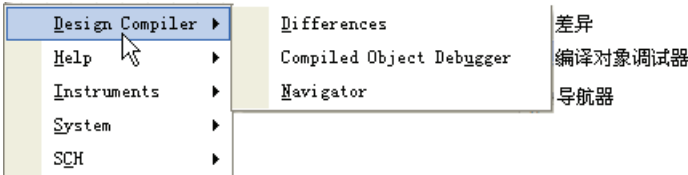

图 5-8 编译器面板标签包含的面板
(1) 设计编译器面板标签 **Design Compiler** 中共有 3 个面板，如图 5-8 所示。